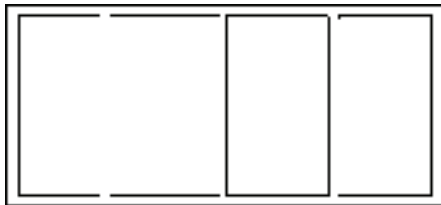

图9-8 打开素材
1) 按〈Ctrl+O〉组合键，打开配套光盘提供的“第9章/9.1.2 墙厚标注.dwg”素材文件，结果如图9-8所示。